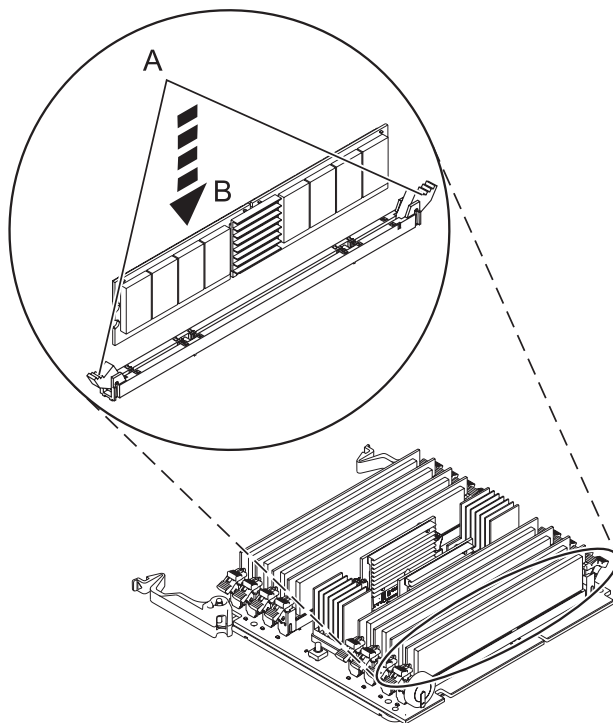

Figura 22. Substitució d'un mòdul de memòria
10. Assegureu-vos que les pestanyes de bloqueig **(A)** del connector s'han tret fins a la posició d'obert, tal com s'indica a la Figura 22 a la pàgina 30, abans d'instal·lar un nou mòdul de memòria.